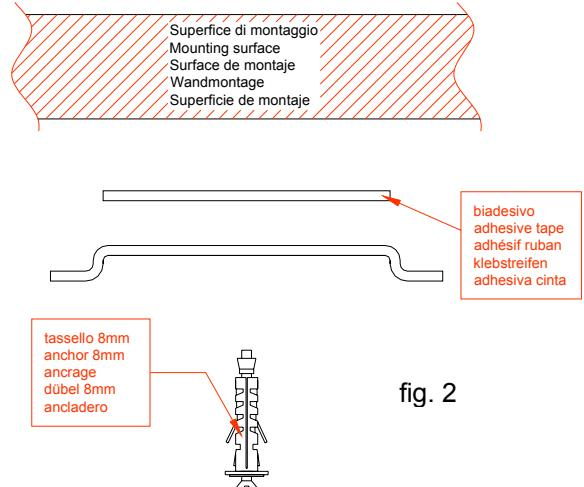

fig. 2
- Fissare la staffa metallica mediante la vite in dotazione, nella maniera indicata in fig. 2;